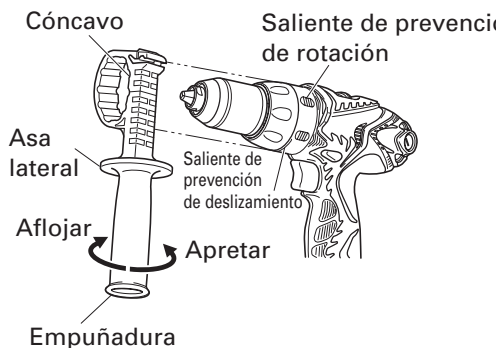

Fig. 17
- (1) Instale el asa lateral de manera que los salientes de la unidad principal encajen en las ranuras del asa lateral. Apriete la empuñadura después de comprobar que el asa lateral no se encuentre encima del saliente de prevención de deslizamiento. (Fig. 17)
- (2) Para desmontar el asa lateral, afloje la empuñadura.